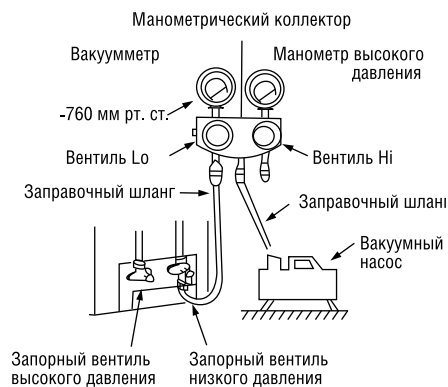

Рис. 24
3. Полностью откройте вентиль Lo манометрического коллектора (рис.24).